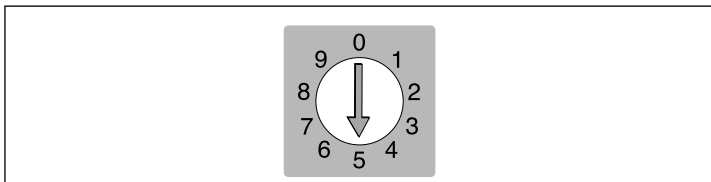

Figura 4: Selettore di indirizzo SCSI
- A** **Selettore indirizzo SCSI:** per assegnare un indirizzo, utilizzate un cacciavite per orientare la freccia verso un numero di indirizzo. Usate solo 0, 1, 2, 3, 4, 5, o 6. Non usate 7, 8, o 9. Vedi illustrazione dettagliata nella Figura 4.
4. **IMPORTANTE:** Sulla parte posteriore dello scanner vi è un piccolo quadrante che serve ad impostare l'indirizzo SCSI per lo scanner (vedi Figura 4). Assicuratevi che a ciascun dispositivo nella catena SCSI sia stato assegnato un indirizzo SCSI diverso. Se necessario, utilizzate un piccolo cacciavite per regolare la rotella in modo tale che sia orientata verso un nuovo indirizzo per lo scanner. Utilizzate solo 0, 1, 2, 3, 4, 5, o 6. Non utilizzate 7, 8, o 9.